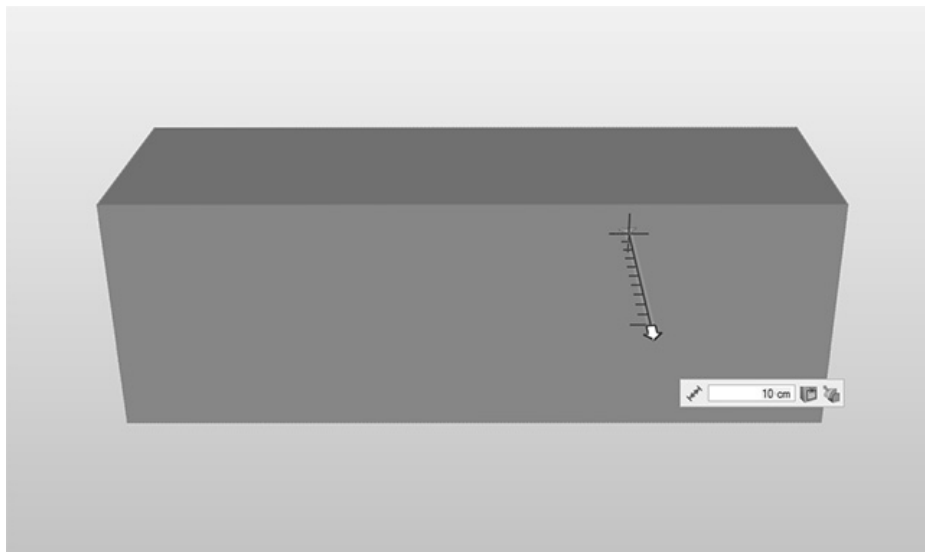

图 4-7
9) 使用鼠标右键小幅度地旋转模型，然后单击并拖曳，将矩形拉伸成一个厚度为 10cm 的实体，如图 4-7 所示。